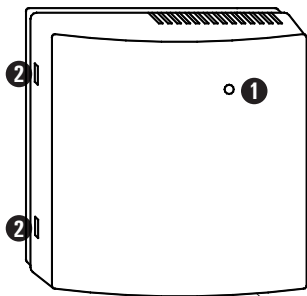
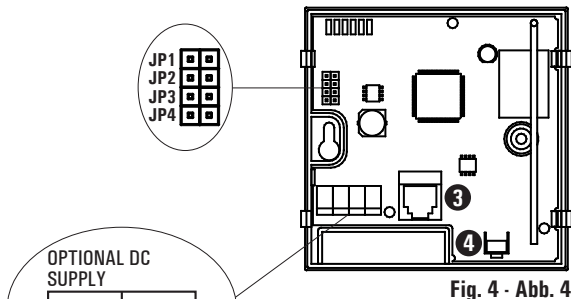

Fig. 1 - Abb. 1
Fig. 4 - Abb. 4
I moduli a relè forniscono l'alimentazione in corrente continua al dispositivo tramite il cavo dati; nel caso in cui si usi il dispositivo come ripetitore o ricevitore collegato a PC, il dispositivo deve ricevere l'alimentazione tramite i due morsetti appositi indicati con 1- e 2+ (Fig. 4).
- Premere per un secondo il pulsante "auto-apprendimento" indicato con **4** in Fig. 4, in questo modo viene attivata la procedura di auto-apprendimento ed il LED **1** in Fig. 1 lampeggerà velocemente di color arancio.
Il pulsante di "auto-apprendimento" è azionabile, anche senza rimuovere la calotta agendo con un piccolo cacciavite tramite le feritoie del frontale, come indicato con **4** in Fig. 1.